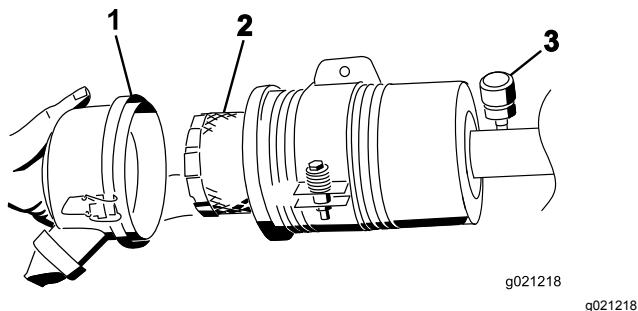

Figura 84
5. Togliete il filtro e sostituitelo (Figura 84).